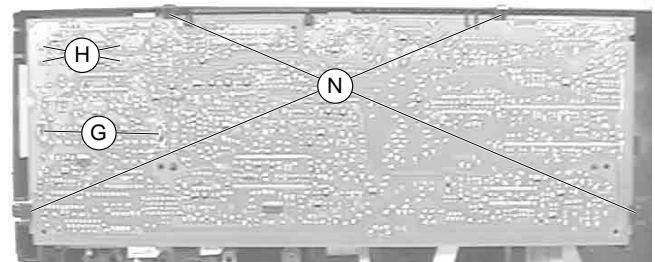

Fig. 6
- Rastnasen (N) öffnen und Chassisplatte herausnehmen (Fig. 6).
- Befestigungsglaschen (G) lösen und Tuner auslöten (Fig. 6).
- Befestigungsglaschen (H) lösen und Modulator auslöten (Fig. 6).
- Open the locking lugs (N) and remove the Family Board (Fig. 6).
- Loosen the mounting hooks (G) and unsolder the Tuner (Fig. 6).
- Loosen the mounting hooks (H) and unsolder the Modulator (Fig. 6).